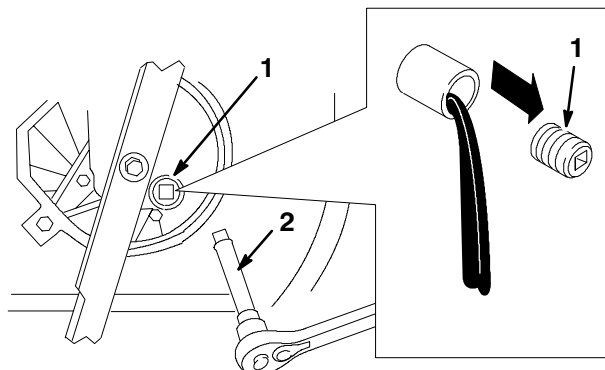

Figure 20
5. Enlevez le bouchon de vidange, remettez la tondeuse dans sa position normale de fonctionnement et laissez l'huile s'écouler dans le bac de vidange (Fig. 20).